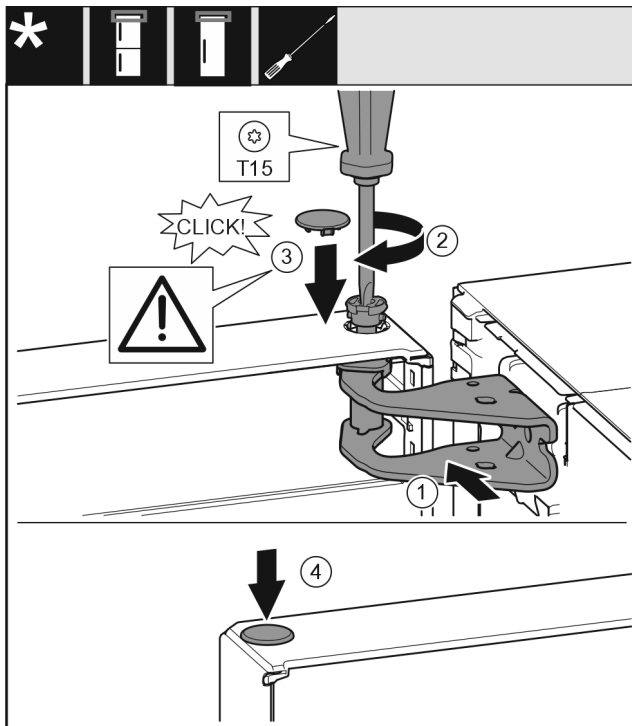

Fig. 58
- ▶ Vyrovnajte dvere hore s otvorom v ložiskovej konzole Fig. 58 (1).
- ▶ Vložte čap Fig. 58 (2) a pevne ho priskrutkujte skrutkovačom.
- ▶ Nasadte kryt Fig. 58 (3).
- ▶ Skontrolujte, či kryt Fig. 58 (3) prilieha k dverám.
- ▶ Nasadte kryt Fig. 58 (4).